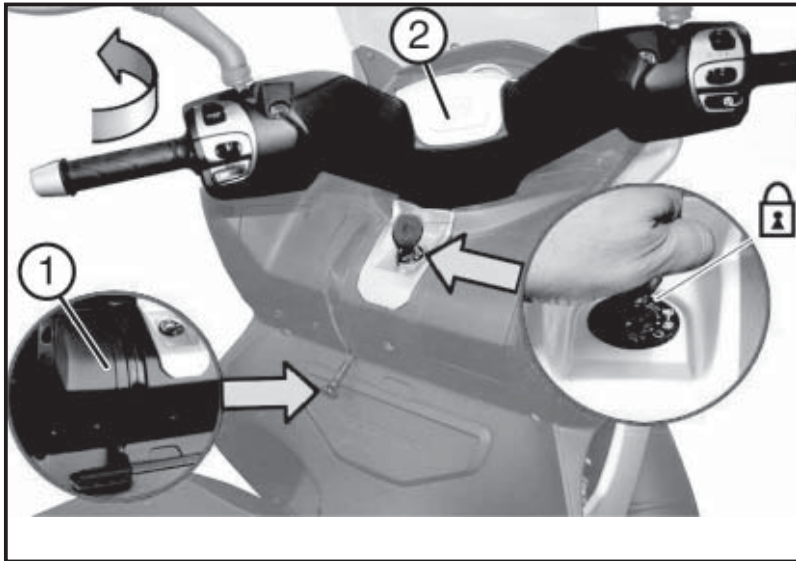

Fig. 01
4.12 VERROUILLAGE DE LA COLONNE DE DIRECTION (Fig. 01)